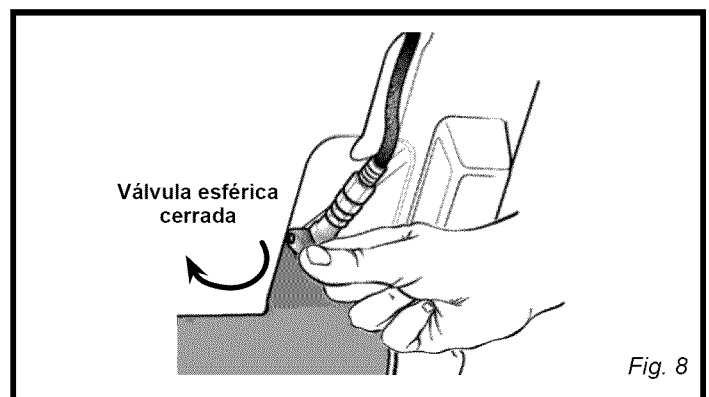

Fig. 8
- Asegurarse de que la válvula esférica de la base del tubo de inflado esté en posición "OFF" (vertical al tubo) (Fig. 8).
- Girar la válvula esférica a la posición de "cerrado" (Fig. 8) cuando el inflado se haya realizado.